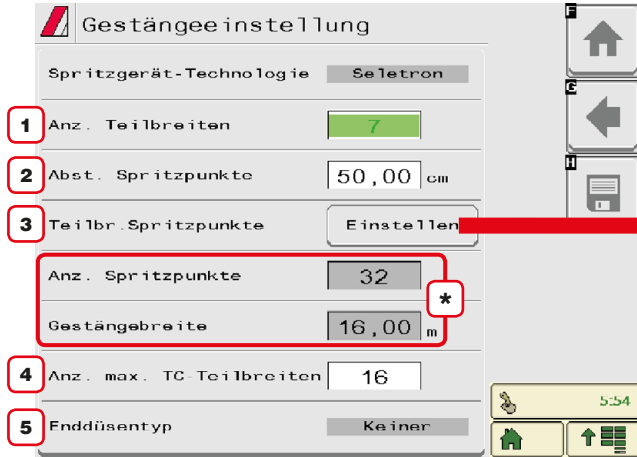

Abb. 35
* In Abhängigkeit von der durchgeführten Programmierung ändert sich sowohl die Anzahl der Spritzpunkte als auch der Wert der Gestängebreite, die in Abb. 35 dargestellt werden..